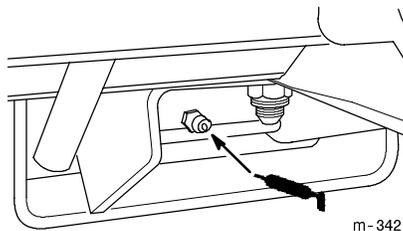

Figure 33
6. Lubrifier le graisseur de la pédale de frein (Fig. 33).